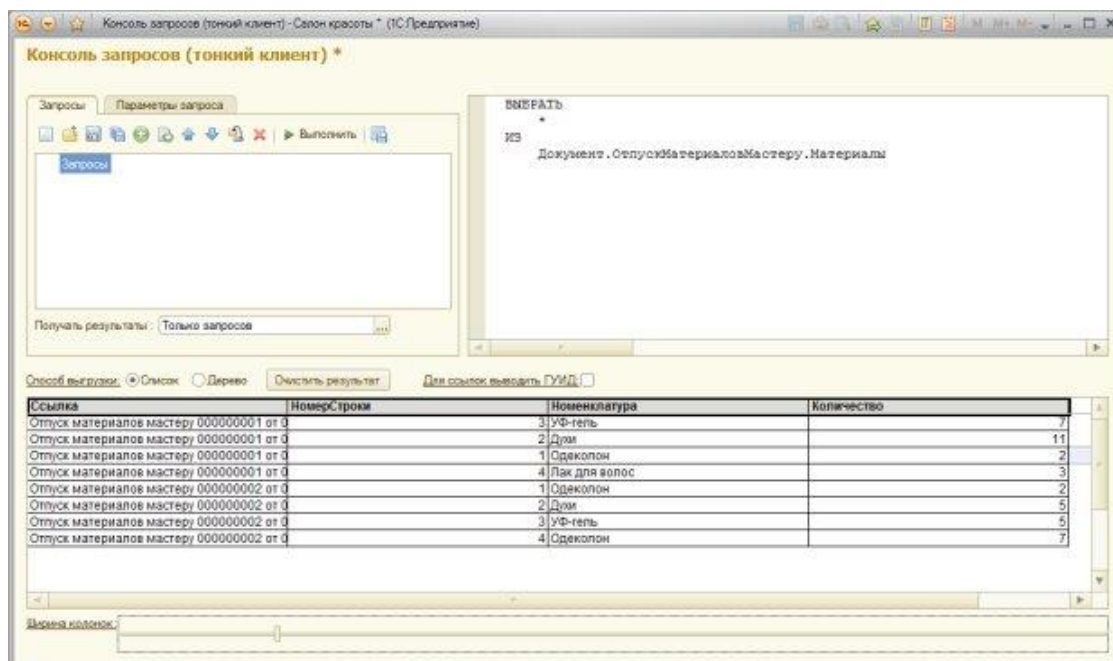

Рисунок 14.1- Конструирование запроса с помощью консоли запросов
4. Итак, обработку консоли запросов следует открыть командой **Главное меню > Файл > Открыть**. Начнем конструировать запрос, выбрав все поля из таблицы документа **ОтпускМатериаловМастеру**, Рисунок 14.1.